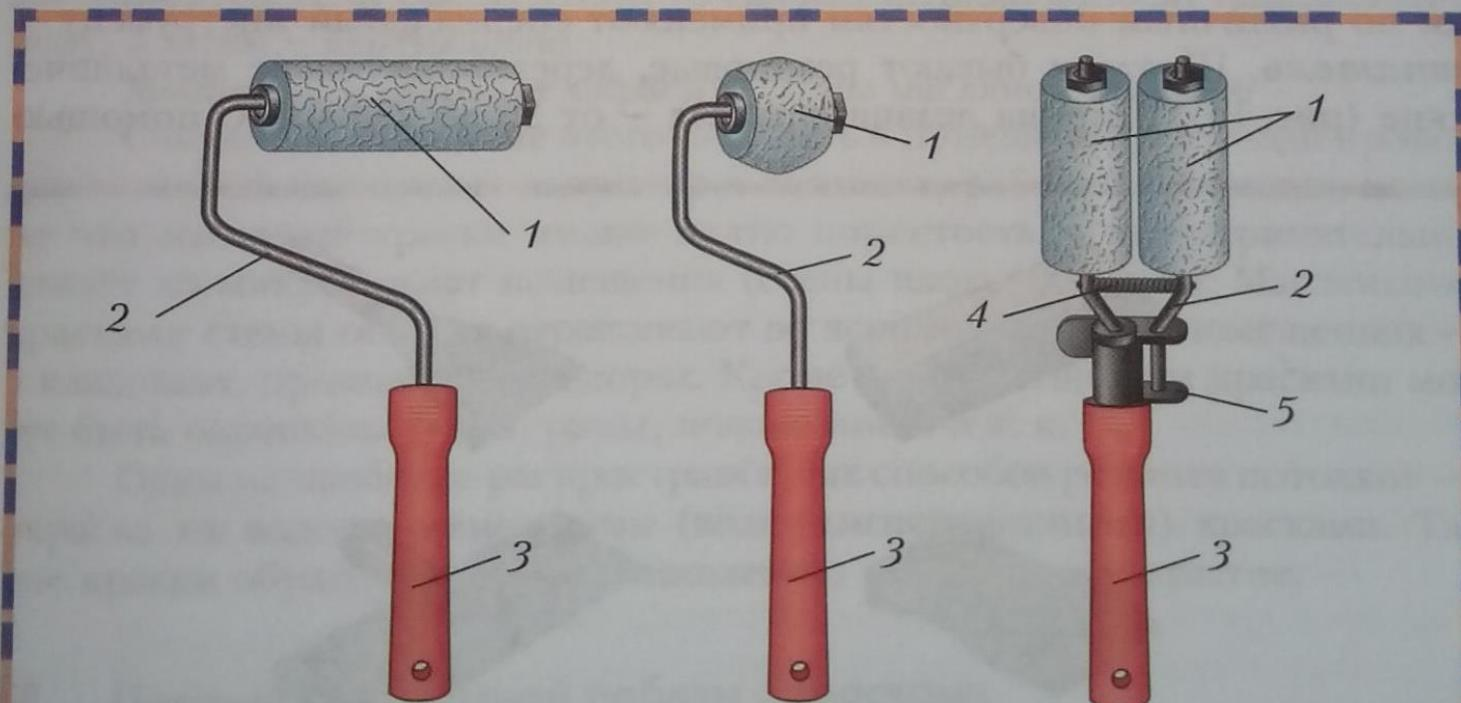

Рис. 13. Малярные валики и их строение: 1 – валик; 2 – кронштейн; 3 – ручка; 4 – сжимное устройство; 5 – скоба
**Валики** (рис. 13) применяют для выполнения малярных работ вместо кистей, когда требуется большая производительность труда. Валики изготавливают из искусственного меха или поролона. Диаметр валиков может быть от 40 до 70 мм, ширина – от 100 до 250 мм.